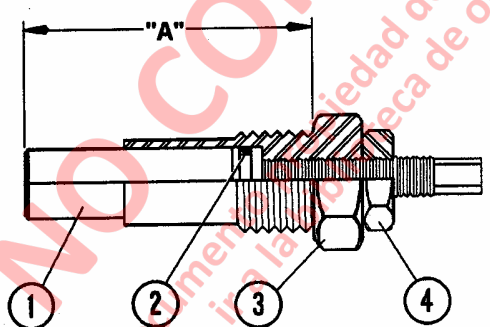

FIGURA 6-13. CONJUNTO DEL AJUSTADOR DE CARRERA
20. Mida y anote la dimensión "A" del conjunto del ajustador de carrera como se muestra en la Figura 6-13.
21. Suelte la tuerca de bloqueo (4). Separe el vástago (1) del casquillo (3). Saque y deseche el anillo de goma (2).
23. Instale un nuevo anillo de goma (2) en el vástago (1) y reensámblelo al casquillo (3). Ajuste la distancia del vástago al casquillo a la dimensión "A", registrada en el paso 21. Apriete la tuerca de bloqueo (4).
35. Instale el conjunto del ajustador de carrera (Figura 6-13) para mantener el bloque de sujeción en su lugar.